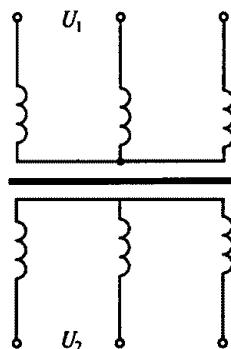

Рис. 177
6.41.Р. Обмотки трехфазного трансформатора на рис. 177 соединены по схеме звезда — звезда. Его номинальные данные: мощность $S_{\text{ном}} = 560 \text{ кВ} \cdot \text{А}$, $U_{1\text{ном}} = 6000 \text{ В}$, $U_{2\text{ном}} = 400 \text{ В}$. Плотность тока обмоток $\delta = 8 \text{ А/мм}^2$. Каково сечение проводов первичной S_1 и вторичной S_2 обмоток?